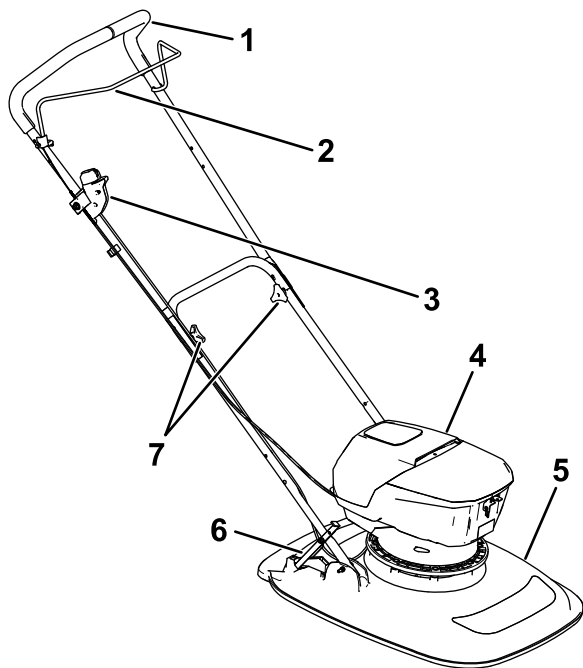

Figuur 12
1. Monteer de elektrische startschakelaar op de duwboom zoals getoond (Figuur 12).